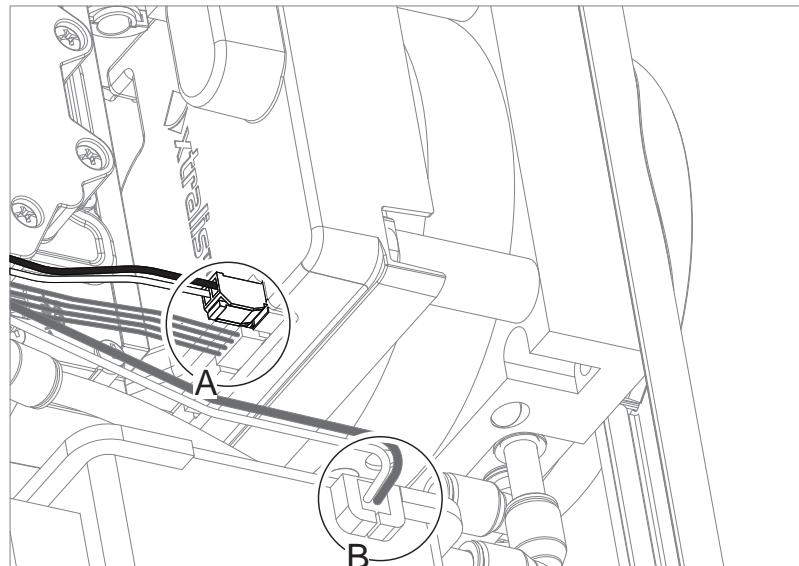

Рис. 7-19: Отсоединение кабелей
5. Отсоедините три кабеля (A и B) (Рис. 7-19).